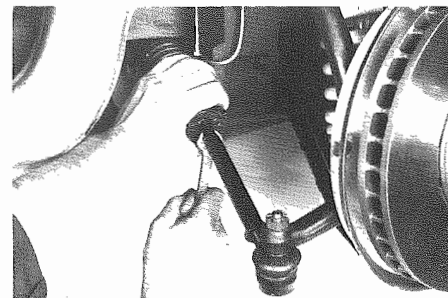

Fig. 20 - Bloccare il tirante
- Sbloccare il tirante (**Fig. 20**).
- Unlock rod (**Fig. 20**).